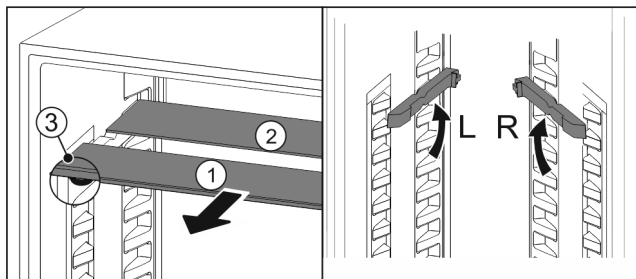

Fig. 189
- ▶ Skleněné desky jednotlivě vytáhněte dopředu Fig. 189 (1).
- ▶ Skleněná deska Fig. 189 (1) s ozdobnou lištou leží vpředu.
- ▶ Zarážky Fig. 189 (3) směřují dolů.